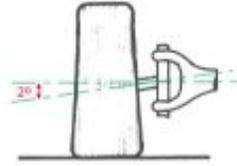

Fig. 7.
- **Caída:** Se considera la horizontal de la mangueta y la propia mangueta en sentido transversal. Suele ser de  $2^\circ$  (Fig. 7).